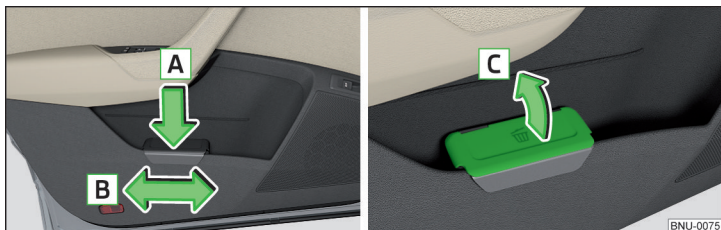

Fig. 111 Vide-poches : insérer et déplacer / ouvrir
- Enfoncez la poubelle dans la partie arrière dans le sens de la flèche **A** » fig. 111.
- Retirez la poubelle dans le sens contraire à la flèche **A** » fig. 111.
- Relevez le cache dans le sens de la flèche **C** » fig. 111.